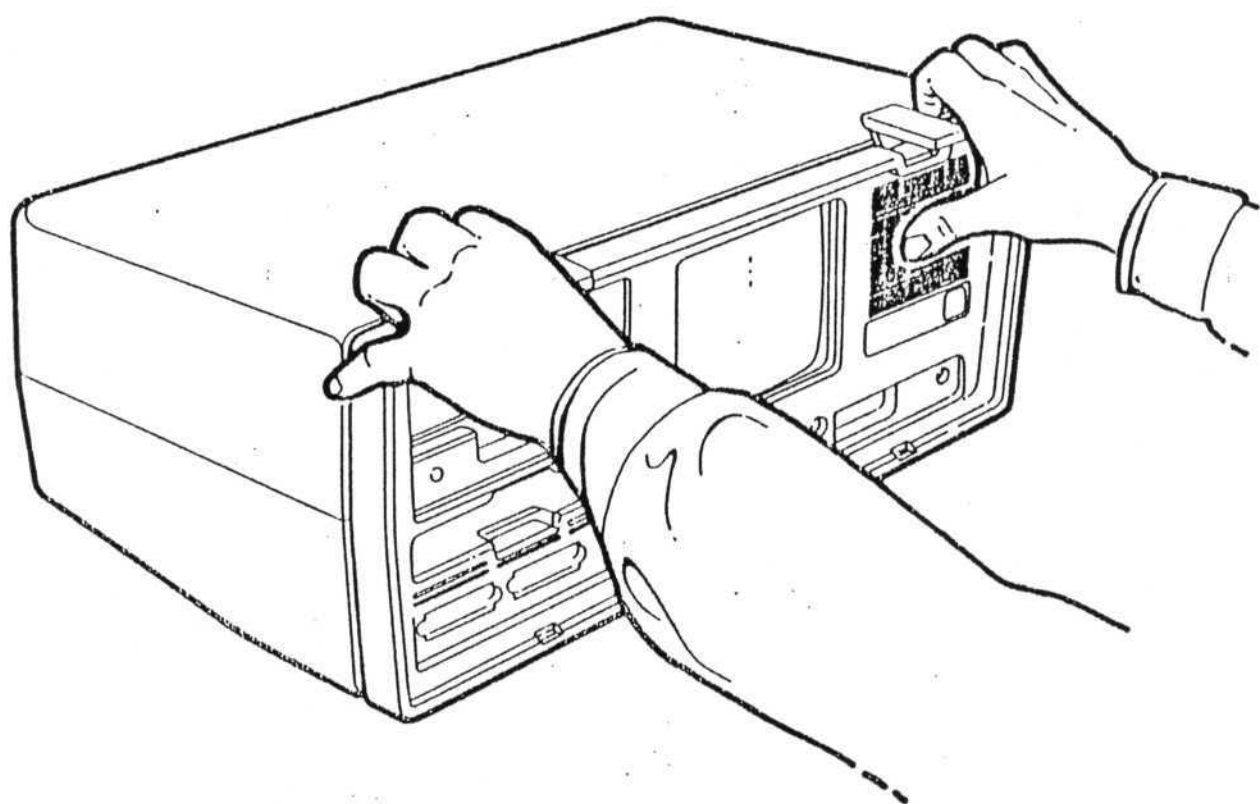

Bild 18
11. Gehäuse umdrehen und Frontplatte festschrauben (Bild 18). Eventuell mit einem Schraubendreher unterhalb der Verriegelungskappen das Gehäuse leicht anheben.